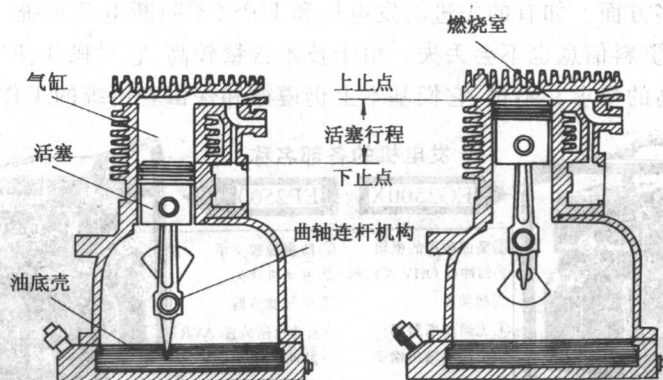

图 1-3 发动机的几个主要名词术语示意
(2) 二冲程(二行程)发动机——曲轴旋转 1 周,活塞上下运行各 1 次,完成一个工作循环的发动机。
(3) 一个工作循环——发动机完成吸气、压缩、动力作功、排气四个工作过程,称为一个工作循环。
(4) 上止点(上死点)——活塞运行到气缸最上部的位置,其顶部处为上止点,如图 1-3 所示。